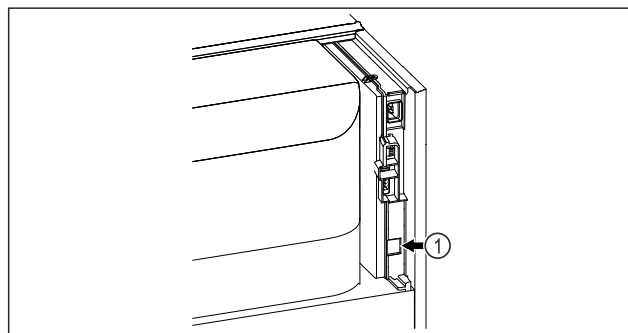

Fig. 47
- ☐ SmartModule Fig. 47 (1) je nasadený.